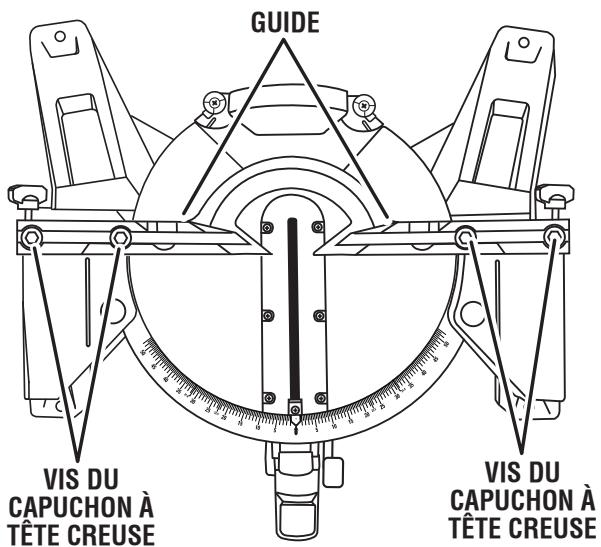

Fig. 21
- Avec la clé pour lame, desserrer les vis à tête creuses immobilisant le guide longitudinal à la table à onglets. Voir la figure 21.